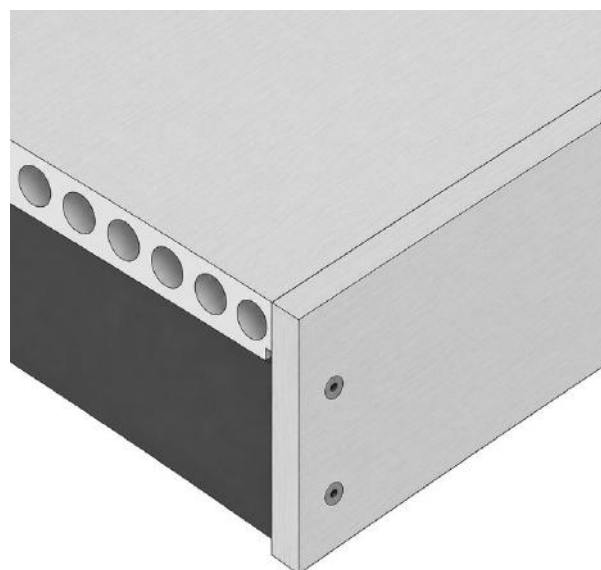

FIG. 24 – AVANT-TROUS FRAISÉS PERCÉS AU PRÉALABLE À TRAVERS LE BANDEAU
- 02 Percez au préalable des avant-trous fraisés de 4 mm à travers le bandeau pour éviter la fissuration du matériau (fig. 24).